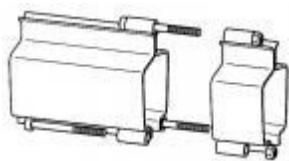

图 7
- 应确保螺栓按照规定力矩可靠而均匀地拧紧。如果接头螺栓在一端比另一端拧得紧，轨道会发生弯曲；当悬挂几根轨道时，他们必须在同一水平面内成一直线。（见图 7）